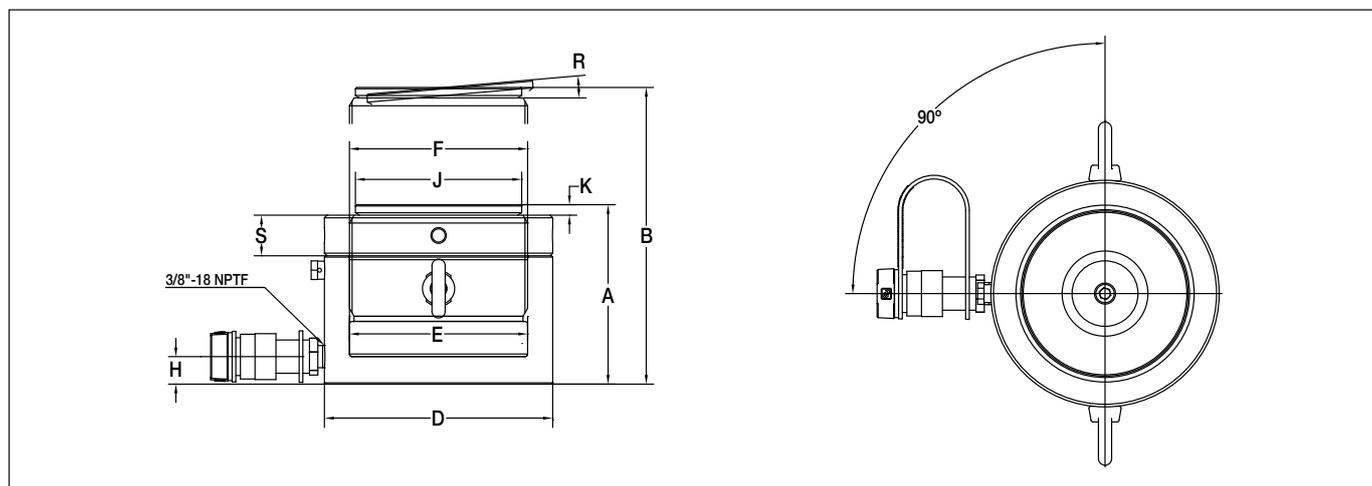

Рис. 6. Размеры цилиндров серии LPL
11.1. Размеры цилиндров в британских единицах (см. рис. 6)
11.2. Размеры цилиндров в метрических единицах (см. рис. 6)